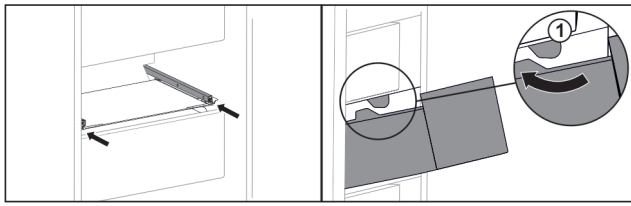

Fig. 136
- ▶ Обвести висувний ящик навколо стопора Fig. 136 (1).